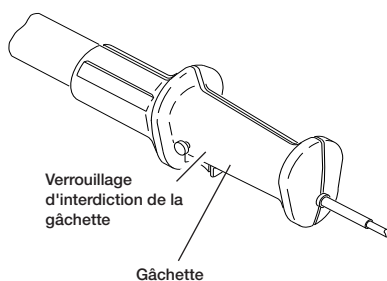

Figure 20 - Poignée de la scie à perche avec verrouillage d'interdiction de la gâchette
4. Lorsque vous êtes prêt à faire une coupe, enfoncez le verrouillage d'interdiction de la gâchette, puis appuyez sur la gâchette (voir Figure 20). Ceci met en marche la scie. Pour mettre la scie à l'arrêt, vous relâchez la gâchette. S'assurer que la chaîne tourne à la vitesse maximum avant d'entamer l'entaille.